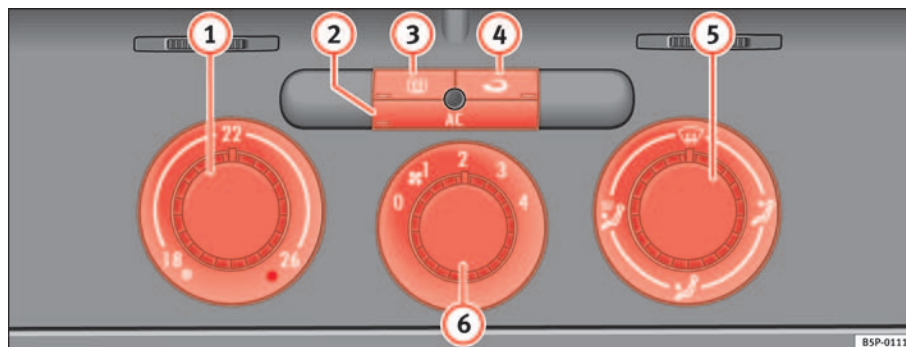

Fig. 125 Mandos del Climatic en el tablero de instrumentos
- Gire el regulador de la temperatura ⇒ fig. 125 ① hacia la derecha hasta alcanzar el grado de calefacción deseado.